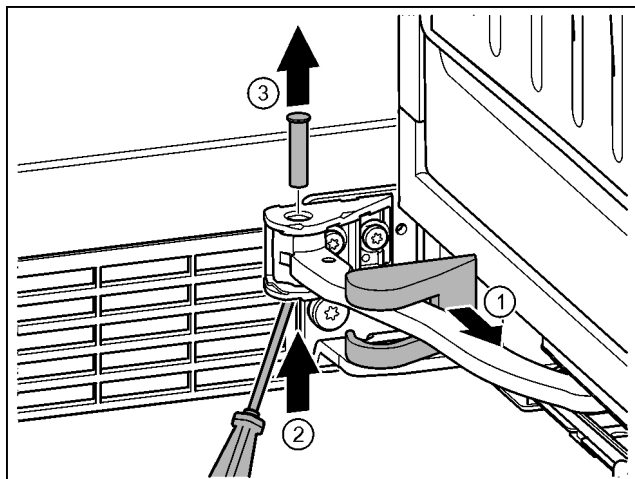

Fig. 19
- ▶ Lagerbockabdeckung abziehen und entlang des Gelenks verschieben. Fig. 19 (1)
- ▶ Bolzen mit Finger oder Schraubendreher von unten anheben. Fig. 19 (2)
- ▶ Mit Schraubendreher unter den Bolzenkopf fahren und herausziehen. Fig. 19 (3)